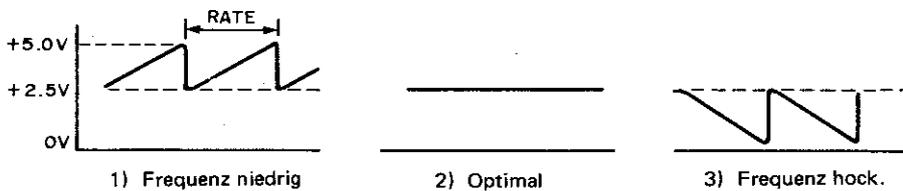

Abb. 44
2) Die Frequenz von \sphericalangle gemäß Abbildung 44 auf 0,2 s oder mehr einstellen, um die gewünschte Frequenz zu erhalten.